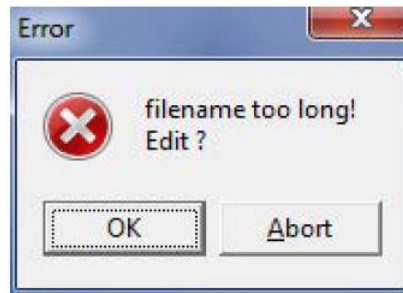

Рисунок 12
2.11 Подтвердите появившееся сообщение об ошибке, нажав на «ОК» (рисунок 12).